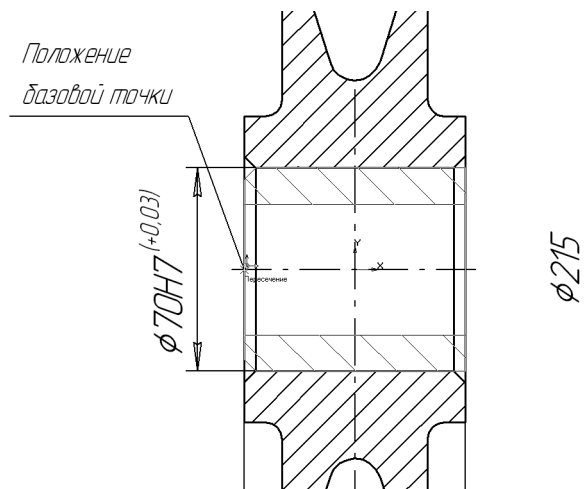

Рис. 53.10. Вставка объекта из буфера обмена
На чертеже появится фантом изображения *Втулки*, который вы можете свободно перемещать мышью по полю чертежа (рис. 53.10). Точка, к которой «привязан» фантом, была указана в качестве базовой при копировании изображения детали в буфер обмена. В Строке сообщений появится запрос **Укажите новое положение базовой точки и задайте масштаб и угол поворота вставки**.
10.13. В ответ на запрос установите курсор и, соответственно, базовую точку фантома, как это показано на рис. 53.10. После срабатывания глобальной привязки **Пересечение** зафиксируйте ее.